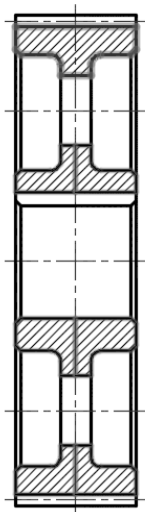

图 13-75 确定图案填充的全部边界
① 在“图层”面板的“图层”下拉列表框中选择“02 层-细实线”层。
② 为了能正确定义要绘制剖面线的区域, 可以先在“修改”面板中单击“打断于点”按钮, 在要绘制剖面线的各封闭区域的顶点处创建打断点。
③ 在“绘图”面板中单击“图案填充”按钮, 选择“ANSI31”图案, 接着使用以下方法的组合确定图案填充的全部边界, 如图 13-75 所示。